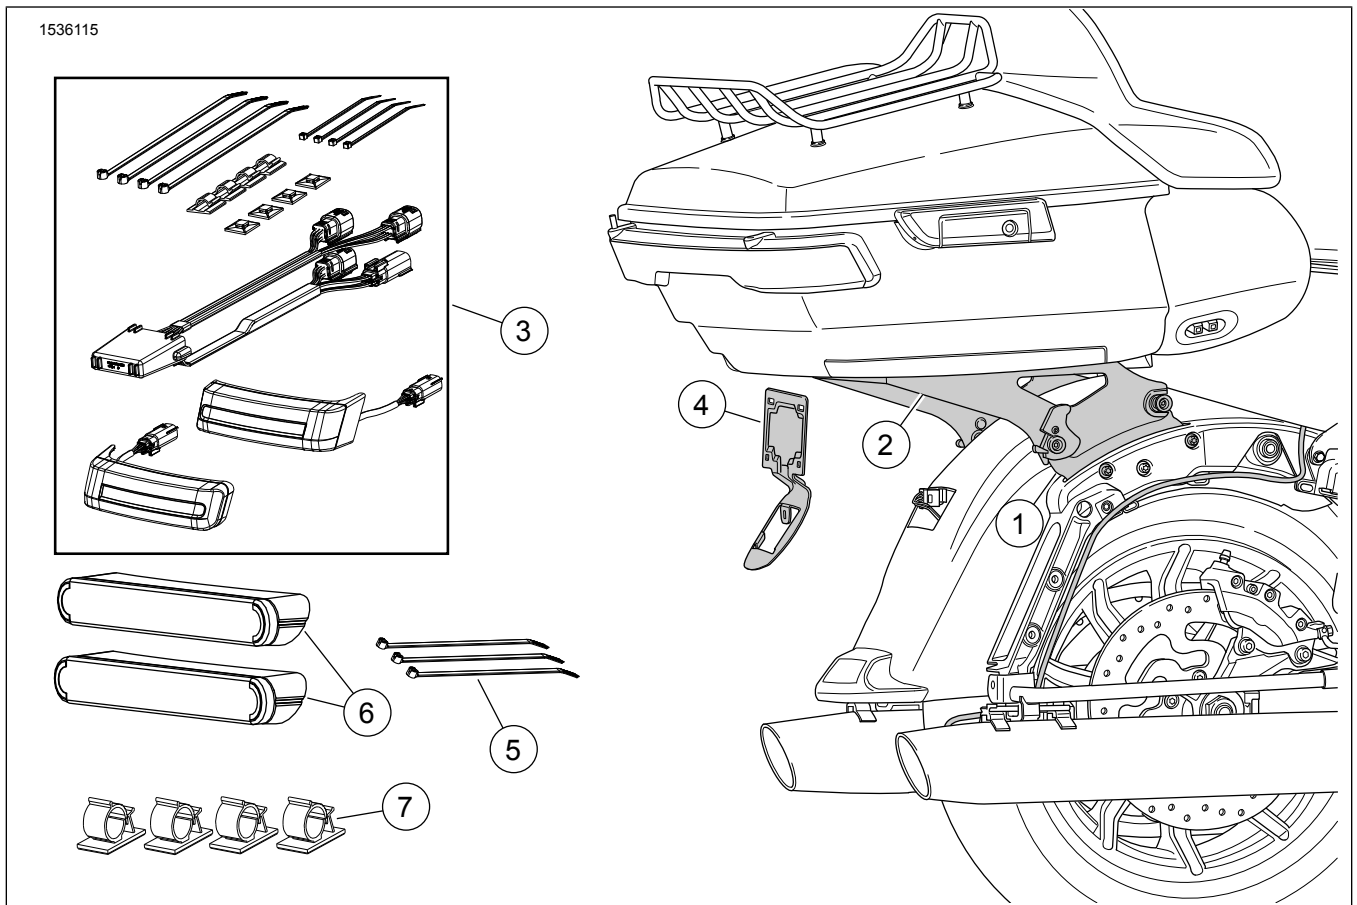

図1。キット内容: 取り外し可能なツアーパックマウントトラック
1. 「図1」を参照。そのキットに入っているドッキングハードウェアキット(1)を指示通りに、取り付ける。
「図1」を参照。リフレクター(12)の位置に印を付けてください。